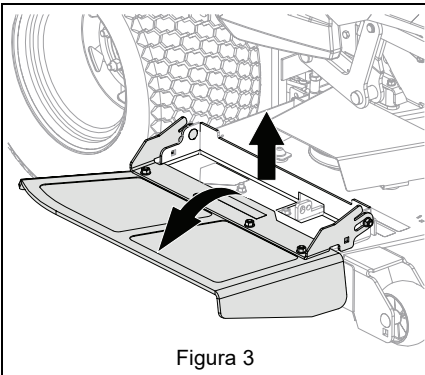

Figura 3
5. Subir ligeramente la tolva de descarga y girarla a la posición de trabajo. Consulte Figura 3.